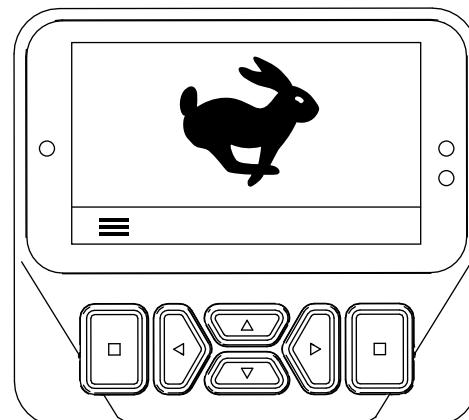

図 77
**注** インフォセンターに移動走行アイコンが表示される図 77。